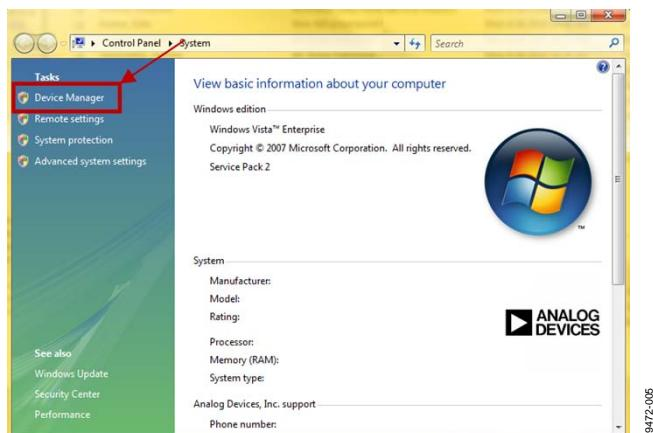

図5. コンピュータのプロパティ
1. Start メニューの Computer を右クリックして Properties を選択します。図 5 のようなウィンドウが表示されます。